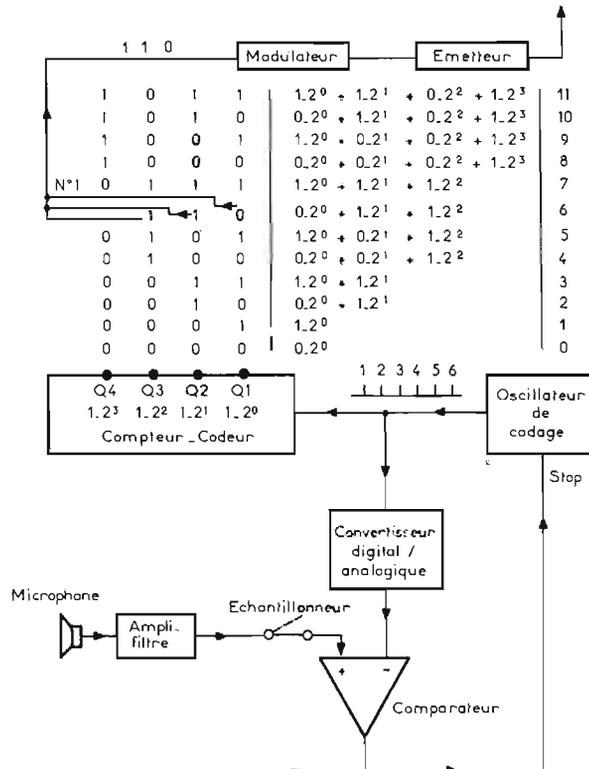

Fig. 1
Le schéma synoptique d'un transmetteur à impulsions codées se compose d'un compteur synchrone commandé à partir d'un oscillateur à impulsions, d'un convertisseur digital-analogique et d'un comparateur de tension. Le signal de l'oscillateur est transmis au compteur dont les sorties Q_1, Q_2, Q_3 et Q_4 se trouvent dans l'état « 1 » ou dans l'état « 0 », c'est-à-dire sous tension (1) ou sans tension (0). La première impulsion de l'oscillateur porte la sortie Q_1 dans l'état « 1 ». Le poids de Q_1 étant de 1.2^0 , le nombre binaire est 1. La seconde impulsion porte Q_2 dans l'état « 1 » et Q_1 dans l'état « 0 », d'où la somme $0.2^0 + 1.2^1$ et le nombre binaire 10. La figure 1 montre comment la 6^e impulsion porte Q_1 à 0, Q_2 à 1 et Q_3 à 1. La somme des poids est $0.2^0 + 1.2^1 + 1.2^2$ ce qui fait 6 et que nous écrivons en binaire 110 en mettant le poids le plus faible à droite du mot. Le compteur de la figure 1 comporte 4 bascules dont 4 sorties non complémentées qui délivrent 4 bits suivant le tableau de la figure 1. Pour obtenir 5 bits il suffit d'ajouter une bascule. L'oscillateur est relié au compteur et à l'entrée d'un convertisseur dont la sortie délivre une tension qui augmente à chaque impulsion que reçoit l'entrée. La tension de sortie du convertisseur a la forme d'une rampe d'escalier où chaque marche correspond à une impulsion. Le comparateur reçoit simultanément la tension amplifiée d'un microphone et la tension du convertisseur. La tension du microphone est transmise au comparateur par échantillons c'est-à-dire par coupures à fréquence de 8 000 Hz.
par 0110 dont par un blanc suivi de 2 impulsions et d'un autre blanc. Le codage d'un échantillon a duré $1/8000^e$ de seconde et le transfert vers l'émetteur transmet le mot binaire de l'échantillon, le compteur a déjà commencé à coder l'échantillon suivant. Dans le cas de la figure 1, la transmission commence par l'état de Q_1 et s'arrête après l'état de Q_4 .
Fig. 1 a
Fig. 1 b